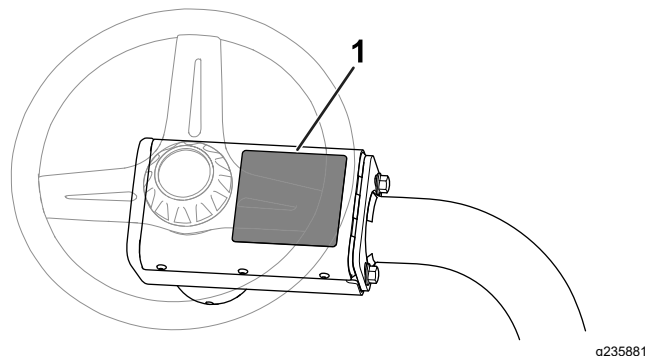

Figura 12
- **Adesivo di avvertenza CE:** applicate l'adesivo di avvertenza CE (n. cat. 139-8321) sull'adesivo di avvertenza esistente (n. cat. 139-8320) sul coperchio del volante; fate riferimento a Figura 12.